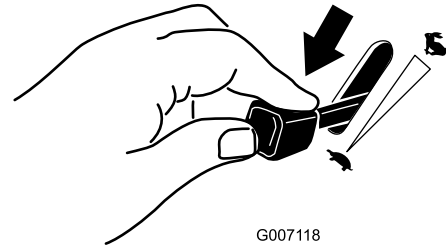

Figura 24
- Mueva la palanca del acelerador a la posición de Lento (Figura 24).